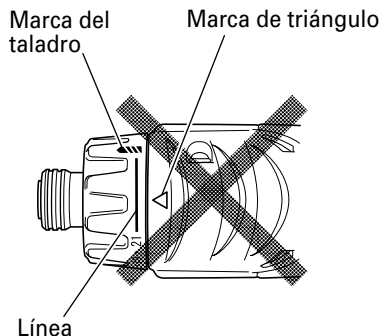

Fig. 7
- Evite usar la unidad con el número del dial del embrague entre "21" y la línea provista en el medio de la marca del taladro "△". Si lo hiciese, se podrían producir daños (Consulte la Fig. 7).